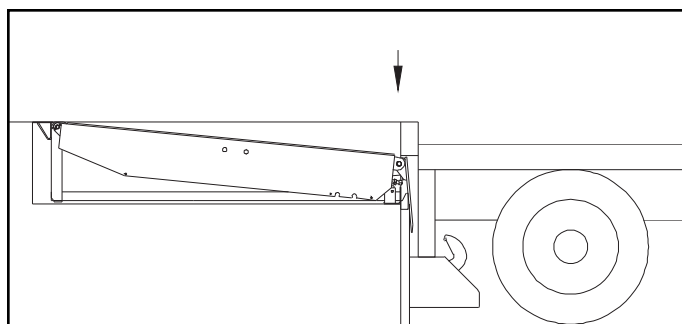

FIGURA 7 – OPERACIÓN DE CARGAMENTO AL EXTREMO
2. Libere el botón de elevación RAISE y mientras la plataforma baja jale la cadena para la pata de seguridad, si equipada. La niveladora bajara más allá del nivel del muelle con el labio posicionado entre la caratula de del muelle y la plataforma de la troca/tráiler. Vea figura 7 & 8.